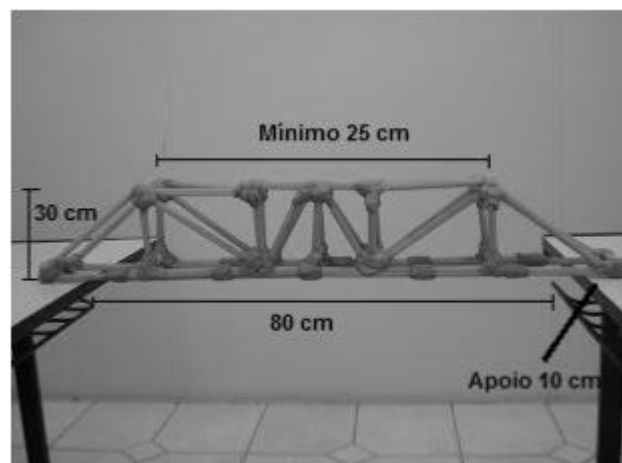

Figura 3–Esquema da Ponte
5. Será levado em consideração o peso dos protótipos(considerando a massa dos palitos e das colas utilizadas), sendo o critério de avaliação descrito no item d4. Entretanto, não será considerado o peso do mecanismo de apoio fixado nas extremidades da ponte (descrito a seguir, no item 10).
7. Conforme a Figura 3 abaixo, a ponte deverá ser capaz de vencer um vão livre de **0,8m(80 cm)**, estando apoiada livremente nas suas extremidades, de tal forma que a fixação das extremidades não será admitida. Cada extremidade da ponte deverá ter um apoio de **0,1 m (10 cm)**, totalizando o comprimento total de **1,0 m (100 cm)**.